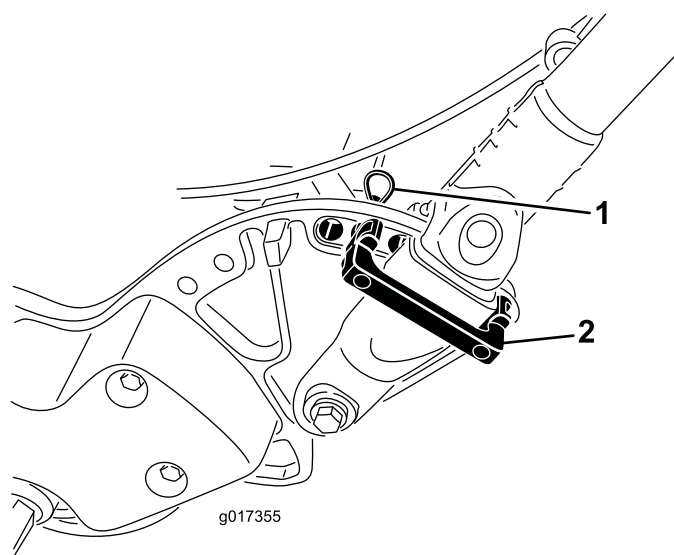

Figura 7
- Enquanto suporta o manípulo, remova as braçadeiras que fixam as pegas da barra de ligação às placas laterais (Figura 7).
- Rode o manípulo para a posição de operação desejadas, coloque um fixador do manípulo por cima da pega da barra de ligação e nos orifícios de alinhamento na placa lateral (Figura 7).
- Mantenha o fixador na posição com um contrapino de gancho (Figura 7).